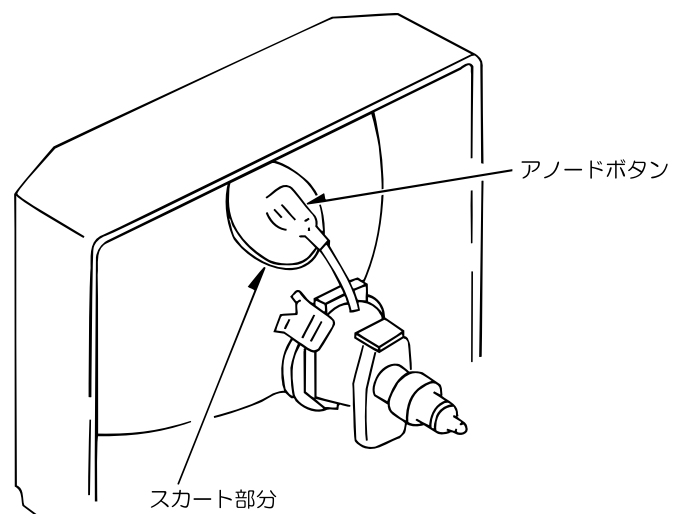

Fig. 3-8
(10) アノードキャップのスカート部分を軽くおさえ、CRTとの密着度をよくする。
(11) さらにアノードキャップがCRTに密着していることを再確認する。(Fig. 3-8参照)